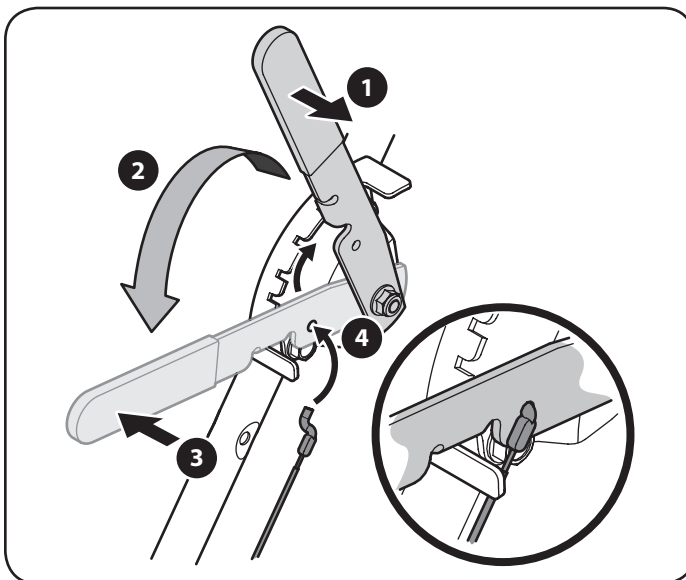

Figura 4
4. Enganche el extremo Z del cable de control de la profundidad en el agujero en la palanca de control de profundidad, como se muestra en la Figura 4.